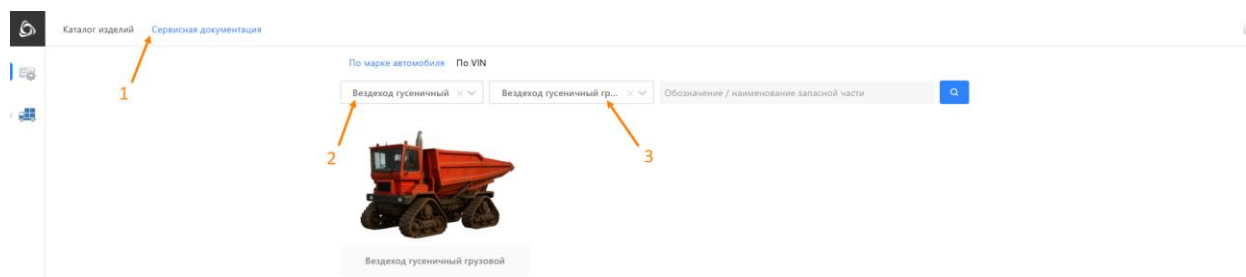

Рисунок 12 – Внешний вид страницы «Сервисная документация» с выбранными в поисковой панели параметрами
Внешний вид страницы «Сервисная документация» (1) с выбранными в поисковой панели: Марка [автомобиля] = «Вездеход гусеничный» (2) и Модификация = «Вездеход гусеничный грузовой» (3) (Рисунок 12).